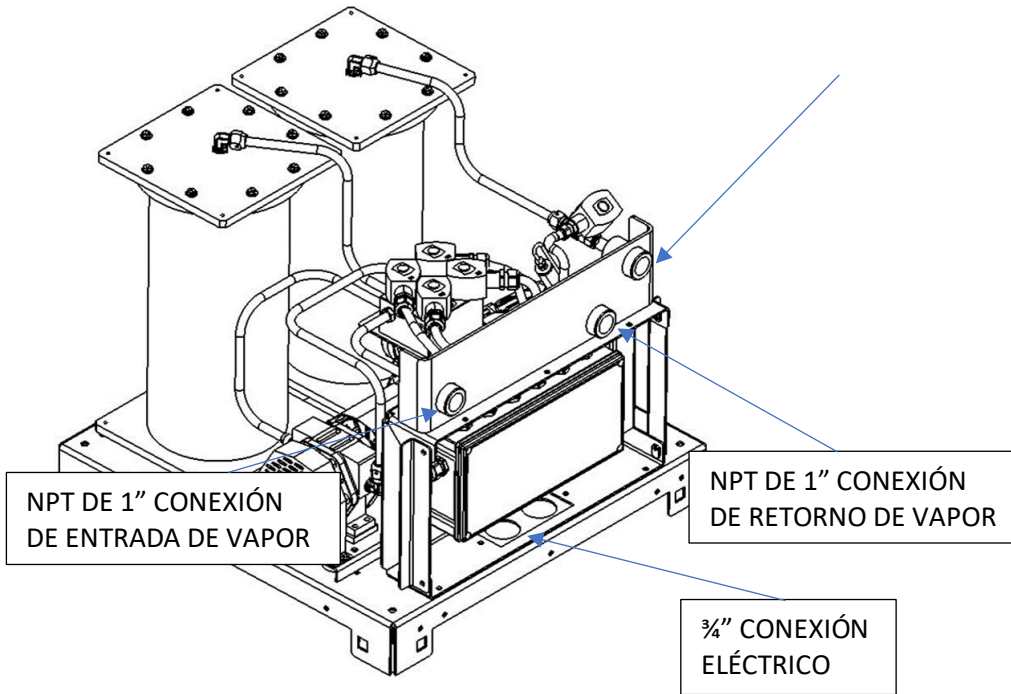

Figura 6-6: Diagrama de funcionamiento GREEN MACHINE
6. Durante el modo de funcionamiento de 60 segundos: **Vea la Figura 6-6.** Coloque su mano sobre la abertura de la conexión T en la entrada de vapores y perciba la succión.
8. Durante el ciclo de purga de 60 segundos: **vea la Figura 6-6.**